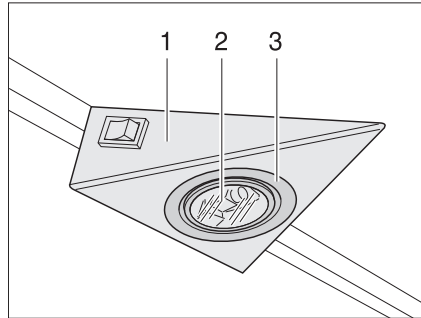

Fig. 175 Lámpara halógena empotrada
La lámpara halógena empotrada está instalada hundida en una carcasa (Fig. 175,1).
- Soltar el anillo de cubierta interior (Fig. 175,3) de la carcasa con un destornillador.
- Extraer la bombilla halógena (Fig. 175,2).